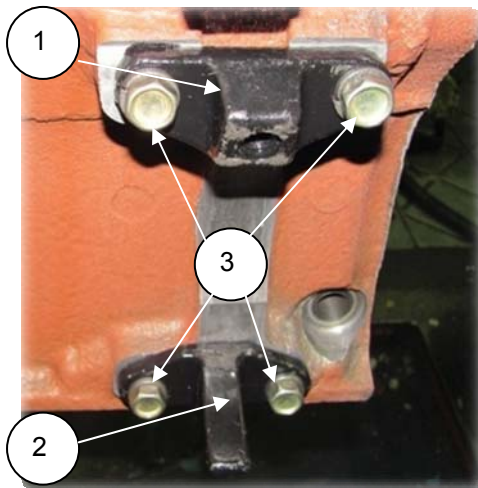

Рис. 6.71
1. Собрать болты с шайбами пружинными, установить 4 болта М12 (3) в отверстия верхнего (1) и нижнего кронштейнов (2) (рис. 6.71): кронштейн крепления стартера верхний – 8401.3708702; кронштейн крепления стартера нижний – 8401.3708702;